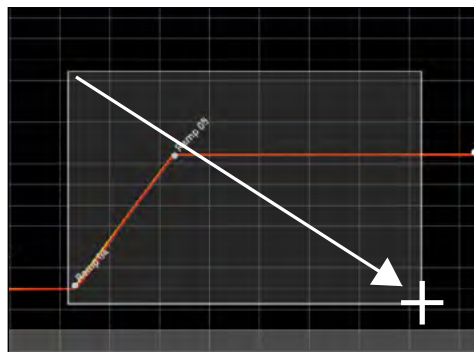

Рис. 9
- ▶ Чтобы показать крупным планом определенный участок, щелкните в определенной точке и перетащите курсор левой кнопкой мыши, чтобы на интересующем участке очертить прямоугольную область, которую необходимо рассмотреть (Рис. 9). Если выбранная область отображается красным, это означает, что участок слишком мал, чтобы его можно было отобразить. В этом случае необходимо увеличивать размеры прямоугольника до тех пор, пока цвет не изменится на светло-серый.